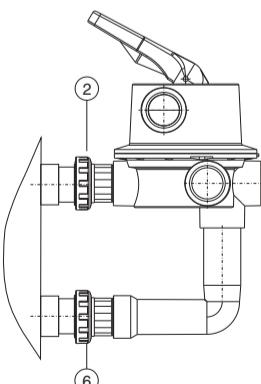

Fig. 4
- Avvitare dolcemente la flangia (6) e fissare fortemente la flangia (2) (vedi fig. 4) in modo da ottenere il perfetto allineamento della valvola. Smontare la flangia (6) e il gomito (5) e pulire le superfici da incollare, con solvente. Utilizzare collante per ABS. Applicare il collante sia sul gomito sia nel corrispondente foro della valvola. Posizionate, di nuovo (vedi fig. 4), serrando la flangia (6), la valvola, lasciando che indurisca per almeno due ore prima di far funzionare l'impianto.